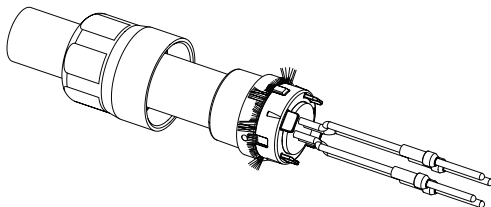

Abbildung XI-14
6. Setzen Sie das Schirmelement auf die Dichtung auf. Das Schirmgeflecht muss zwischen der Dichtung und dem Schirmelement liegen und darf auf keinen Fall zwischen die Dichtung und das Kabel gelangen (Abb. XI-14).